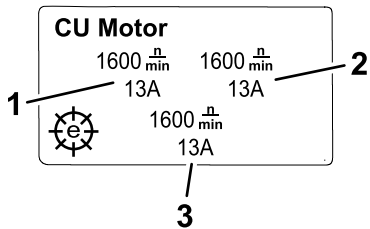

Figura 20
- **Pantalla de información de los motores de las UC** (Figura 20): muestra la velocidad y la corriente de cada motor de las unidades de corte.